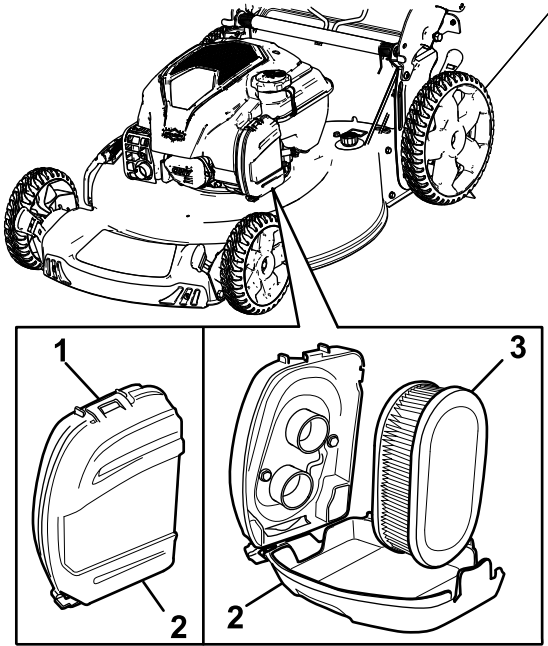

Figura 27
1. Sbloccate la parte superiore del coperchio del filtro dell'aria (Figura 27).
2. Rimuovete il filtro (Figura 27).